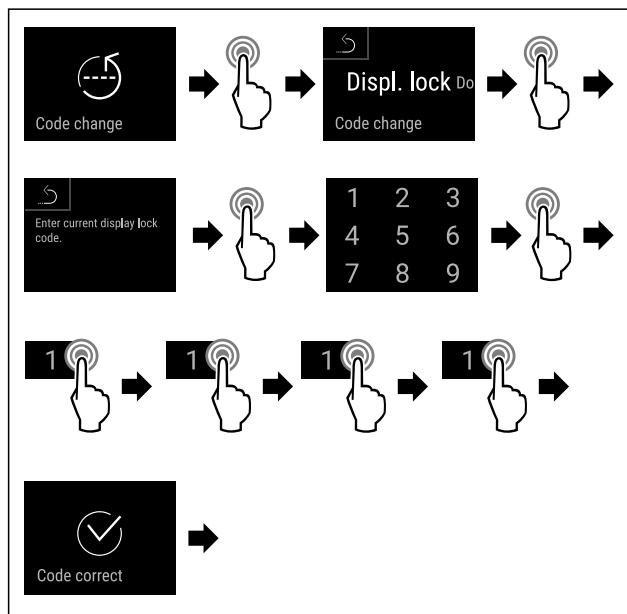

Fig. 84
- Выполните шаги действия (см. Fig. 84) .